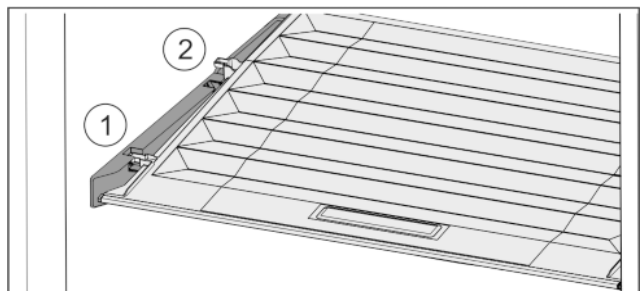

Fig. 32
- ▶ Deslice la tapa hacia delante hasta la abertura de las piezas de sujeción Fig. 32 (1).
- ▶ Levántela por detrás desde abajo y retírela tirando hacia arriba Fig. 32 (2).